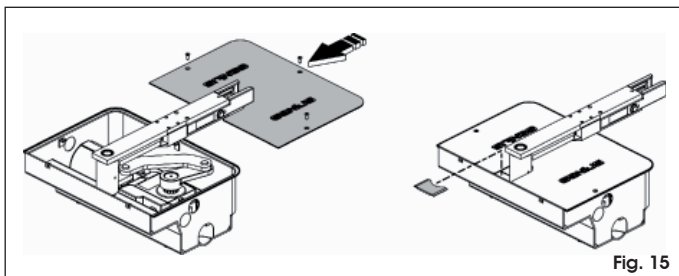

Fig. 15
- Fixer le couvercle du caisson portant au moyen des vis fournies (Fig. 15).